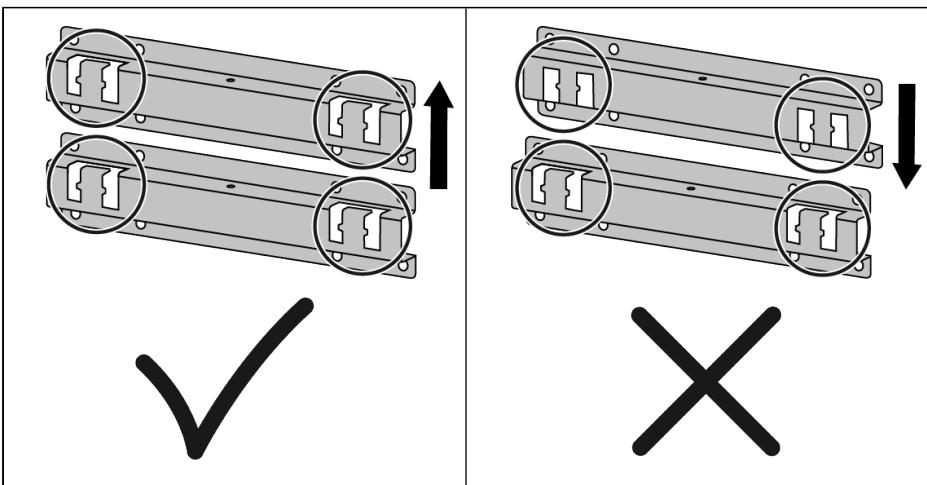
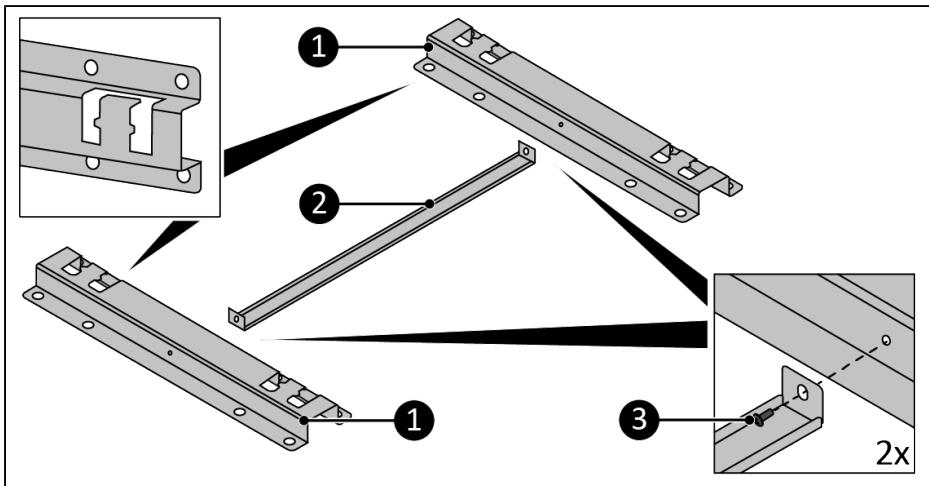

Abbildung 51.
Abbildung 52.
Achten Sie darauf, dass die Öffnungen der Halterungen nach oben zeigen, siehe Abbildung 51 und Abbildung 52 als Referenz.
1. Montieren Sie den Abstandshalter (Abbildung 52, Pos. 2) an die Halterungen (Abbildung 52, Pos. 1) mit den 2 M4 12 mm Schrauben (Abbildung 52, Pos. 3).